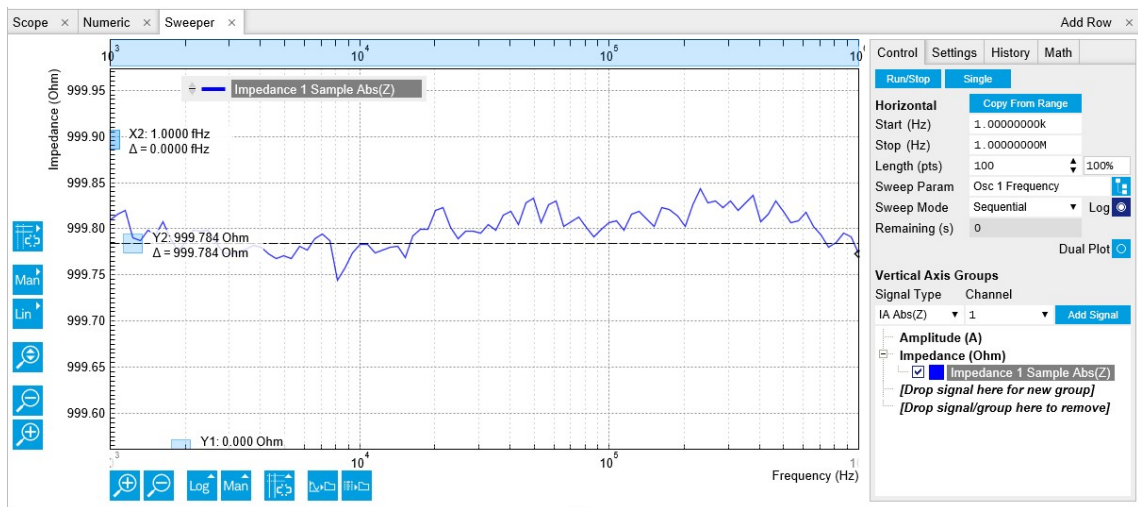

图 3.19. LabOne Sweeper (参数扫描仪) 显示 1 k $\Omega$  DUT 的频率相关性
单击 **Single** 开始频率扫描。图 3.19 中的屏幕截图显示了 Sweeper (参数扫描仪) 选项卡绘图部分的测量。从截图上可以看到, 1 k $\Omega$  的阻抗 Abs(Z) 实部在 0.05% 误差范围内, 呈现完美平坦曲线, 如垂直轴的光标所示。虽然我们的 1 k $\Omega$  DUT 在 1 Hz 和 1 MHz 之间没有显著的频率相关性, 但因寄生电容或电感的存在, 非常大或非常小的电阻器通常会在高频处显示 Abs(Z) 的变化。